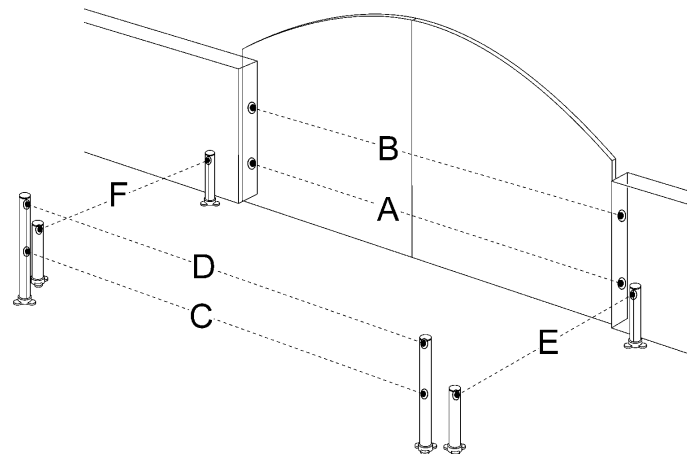

Abbildung 64
Weitere Photozellen neben den bereits serienmäßig mit WG20 mitgelieferten können jederzeit installiert werden. An einem Automatismus für zweiteilige Tore können diese gemäß Abbildung 64 angebracht werden.
- 2 Die Installationsposition auf der Basis von Abbildung 64 ermitteln und die Überbrückung nach der entsprechenden Tabelle 11 ausführen.